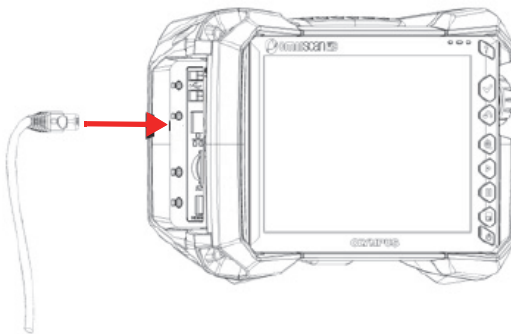

Figure 2-10 Insertion d'un câble dans son port
2. Connectez le câble d'extension Ethernet, USB et/ou HDMI au port approprié (Figure 2-10 à la page 38).